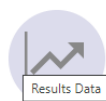

图 3-11. 曲线图页面图标
5. 单击图 3-11 所示的 *Plots* 图标（左侧的菜单中也提供了该图标），以查看和保存来自结果寄存器的图形数据。此屏幕展示从相应的 TMAG3001 结果寄存器中得到的 x 轴、y 轴、z 轴、角度、幅度和温度图。这些图已转换为真实单位 mT 和度。单击相应图表上的 *SAVE PLOT* 按钮来保存特定图表。